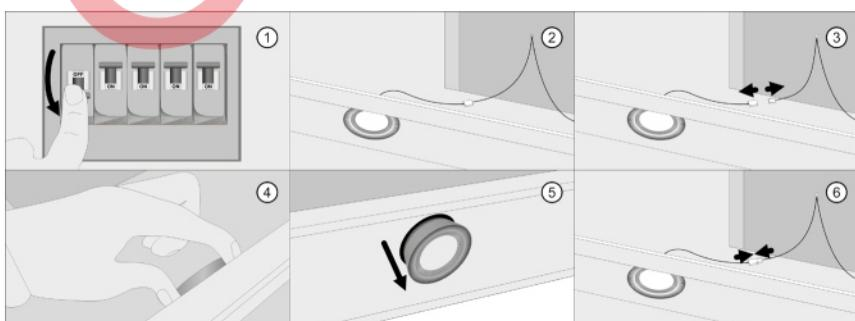

Рис. 15 Замена ламп освещения
Перед заменой ламп следует отключить изделие от сети питания. (Рис. 15. 1)
1. Поднять стекло вытяжки и извлечь жироуловительный алюминиевый фильтр; (Рис. 15. 2)
тания лампы, нажав на фиксатор на нем; (Рис. 15. 3)
3. Изнутри вытяжки нащупать две фиксирующие пластины лампы, сжать их пальцами и вытолкнуть лампу вниз; (Рис. 15. 4, 5)
4. Установить новую лампу того же типа и характеристик (12 В, 1,5 Вт), и последовательно подключить к питанию. (Рис. 15. 6)